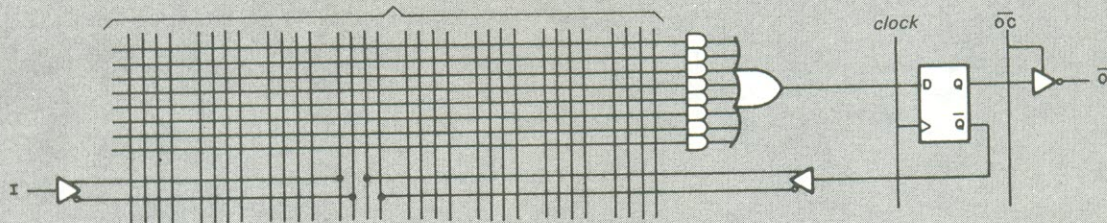

Fig. 9
**Registradores de saída com realimentação** (fig. 9) — Outra possível característica da família PAL é contar com *flip-flops* nas saídas das portas OU, os quais podem ser programados para realimentar (através da saída barrada) a matriz de portas E, permitindo a construção de circuitos seqüenciais (máquinas de estado). O número de *flip-flops* é menor ou igual ao número de saídas.